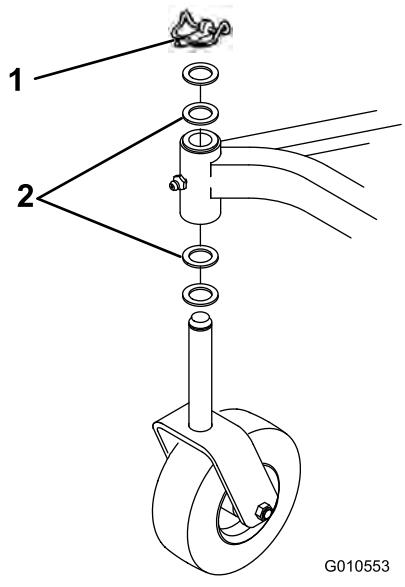

Figura 26
- A. Si la unidad de corte suele utilizarse con una altura de corte de 1–2 pulgadas (25–51 mm), debe elevarse el lado bajo de la unidad de corte. Retire el pasador de seguridad que sujeta la rueda giratoria del extremo bajo (Figura 26) y retire el conjunto de la rueda giratoria.
- C. Si la unidad de corte se utiliza con alturas de corte de 2–4 pulgadas (51–102 mm), baje el lado alto de la unidad de corte. Retire el pasador de seguridad de la rueda giratoria del extremo alto de la unidad y retire el conjunto de la rueda giratoria (Figura 26).